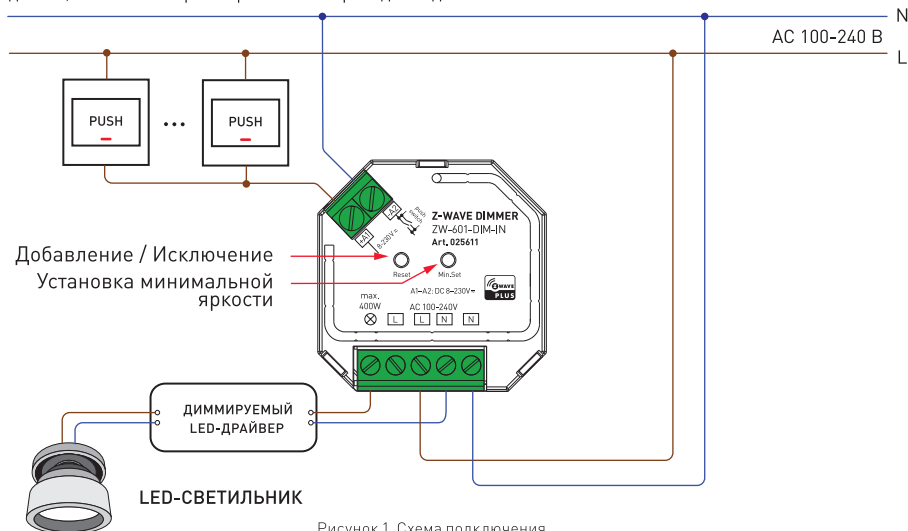

Рисунок 1. Схема подключения.
- 3.2. Подключите диммер согласно приведенной схеме (Рисунок 1).